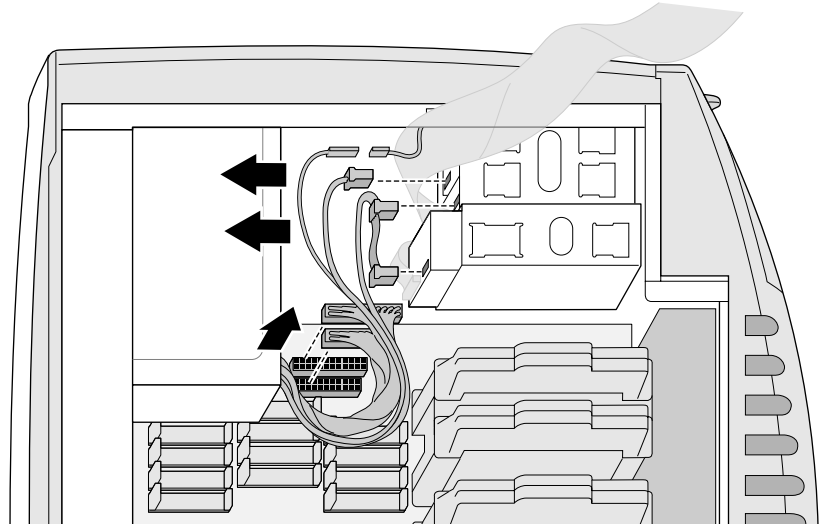

Figura 7-2 Desconectando os fios de alimentação das unidades
2. Desconecte os cabos de alimentação das unidades IDE. Pressione para baixo a lingüeta de travamento para soltar o cabo de alimentação da unidade. Veja a Figura 7-2.